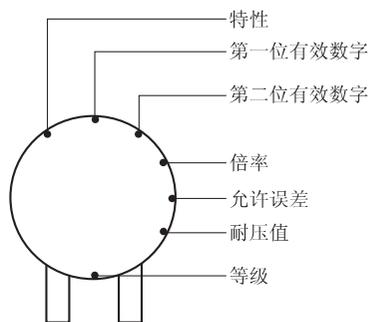

图 3-14 用色点表示电容器容量
② 色点法。可用 7 个色点来表示电容器的主要参数。在电容器上沿顺时针方向，第一个色点表示电容器的特性；第二、三色点表示电容量的有效数字；第四色点表示倍率；第五色点表示允许误差；第六色点表示耐压值；第七个色点表示电容的等级，如图 3-14 所示。电容量单位为 pF 。